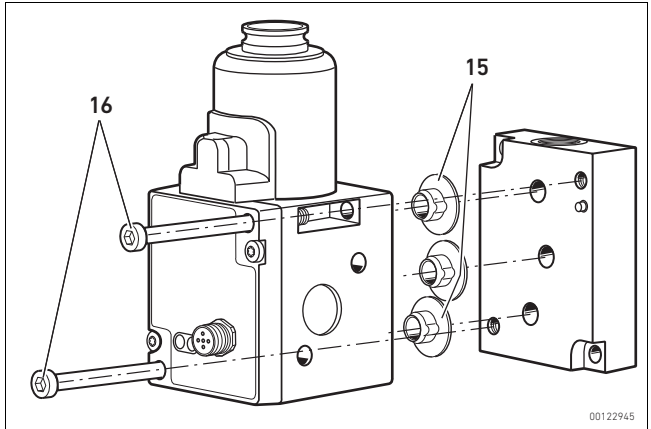

Abb. 5: ED05-Druckregelventil auf einer Grundplatte montieren
3. Setzen Sie die beiden Schrauben M6 x 75 (**16**) in die beiden Durchgangsbohrungen ein (siehe Abb. 5 auf Seite 22) und ziehen Sie sie an.